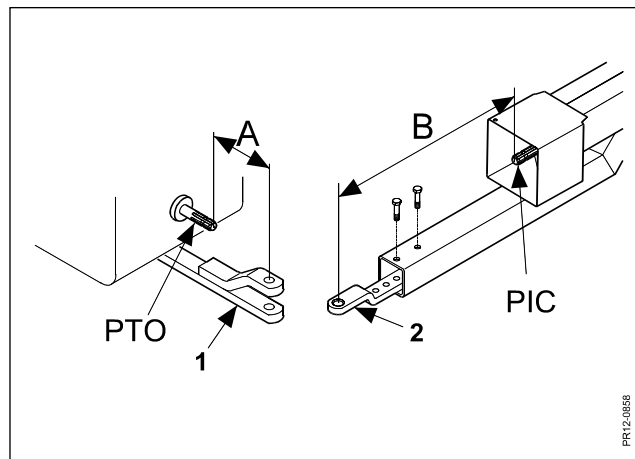

Fig. 2-11
Fig. 2-11 Indstil traktorens trækbom (1), således at afstanden "A" bliver mindst mulig. Indstil maskinens trækbom (2), således at afstanden "B" bliver størst mulig. Således optager vidvinklen den største del af vinklingen når der drejes. Maskinens trækbom (2) skal vendes, så KO-akslen er så tæt på vandret som muligt. NB: Trækbombeslag **skal** stadig monteres med 2 bolte.